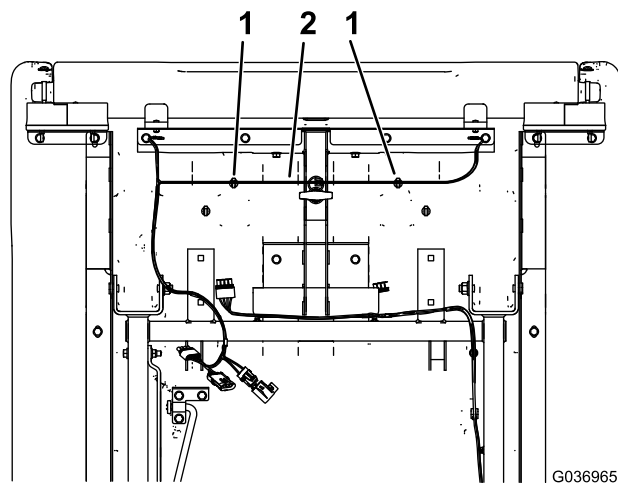

Figura 6
3. Sujete el arnés de cables a las grapas de fijación situadas debajo de la plataforma de carga utilizando las bridas de las grapas (Figura 6).